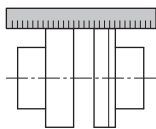

Fig. 12: Überprüfung der radialen Ausrichtung mit einem Lineal
- Alternativ kann die Kontrolle der radialen Kupplungsausrichtung auch mit einem Lineal erfolgen (siehe Fig. 12).